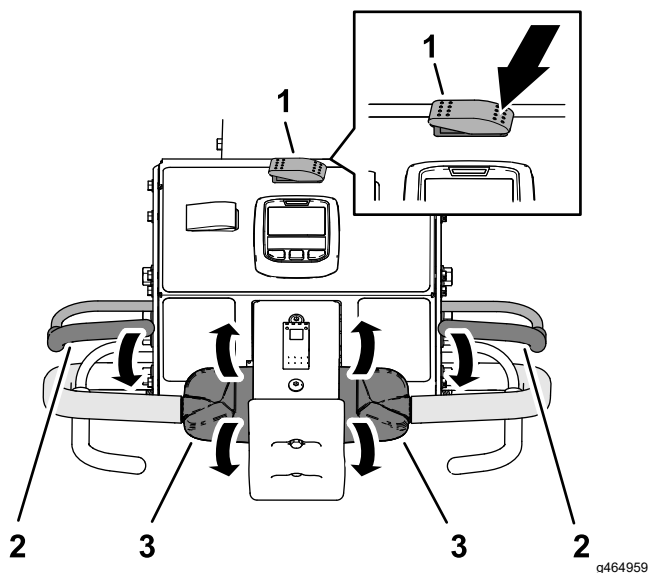

Рисунок 83
3. Нажмите левую сторону переключателя транспортировки/аэрации в положение ТРАНСПОРТИРОВКА (Рисунок 83).
5. Возьмитесь за левую или правую штангу рукоятки управления и прижмите к ней штангу контроля присутствия оператора (Рисунок 83).